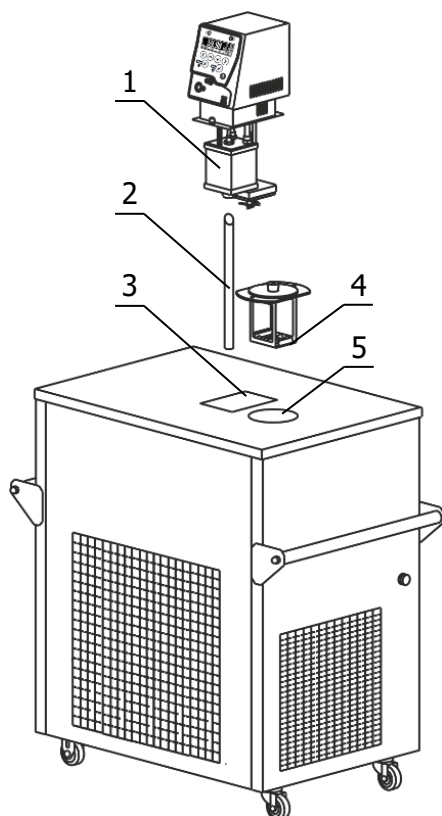

Рисунок 3 — Установка блока регулирования
2.2.3 Вставить выходную трубку насоса 2 (рисунок 3) косым срезом до упора в резервуар 1 блока регулирования и зафиксировать ее винтом.
2.2.6 Заполнить ванну термостата теплоносителем через отверстие над рабочей ванной 5 (рисунок 3) до момента начала слива теплоносителя из переливного штуцера 11. Температурный диапазон применения теплоносителя должен соответствовать значениям, указанным в 1.2.6.
Причина отсутствия перелива — неправильная работа насоса, вызванная воздушной пробкой, образовавшейся в резервуаре 1 (рисунок 3). Для ее устранения необходимо:
2.2.10 Установить корзину 4 (рисунок 3) в отверстие над рабочей ванной 5 и закрепить ее на крышке ванны винтами из комплекта поставки.